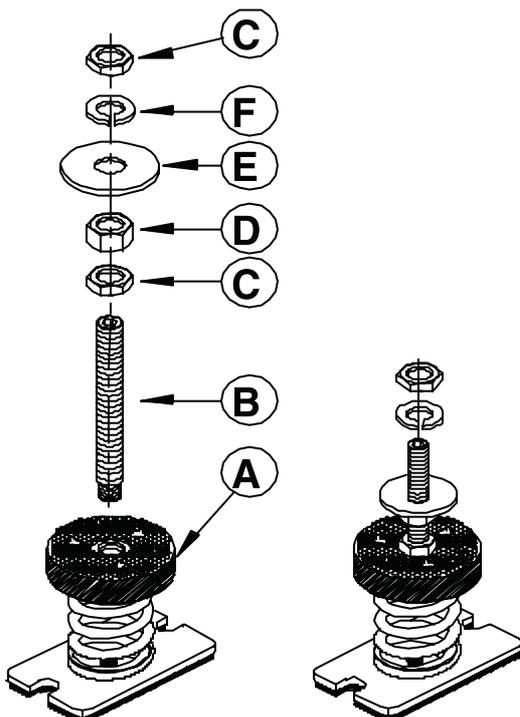

Fig. 1
- figure 1) Procéder à l'assemblage des éléments du martinet.